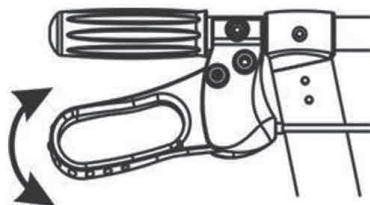

Fig. 1
1. Para reducir la velocidad o detener el andador, tire de la palanca del freno. Suelte la palanca del freno para comenzar a moverse nuevamente (fig. 1).